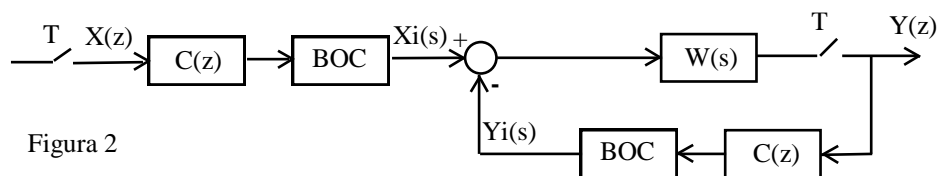

Figura 2
2) Con el objetivo de mejorar la respuesta en régimen permanente del servomecanismo, se desea implementar un bloque de control en forma muestreada. Para ello se utiliza el esquema que se puede observar en la Figura 2, donde la posición del pedal y del tambor se muestrean, se ingresan a un compensador de transferencia $C(z)$, luego a un bloqueador de orden cero, para determinar así las posiciones x_i e y_i de las válvulas.